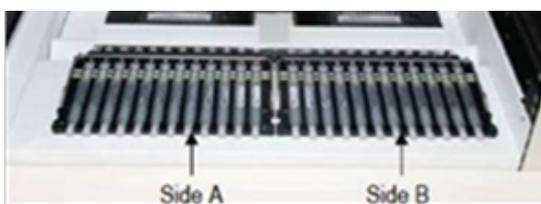

Figura 3: Carico del rack nel sistema BD MAX
15. Caricare il/i rack sul sistema BD MAX (Figura 3).